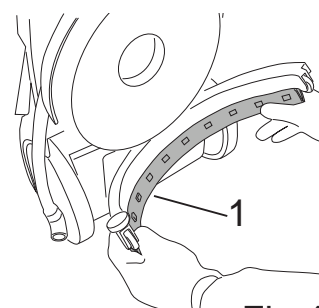

Fig.43
- Вытащите лезвия, чтобы вынуть весь узел (рис. 43 - поз. 1).